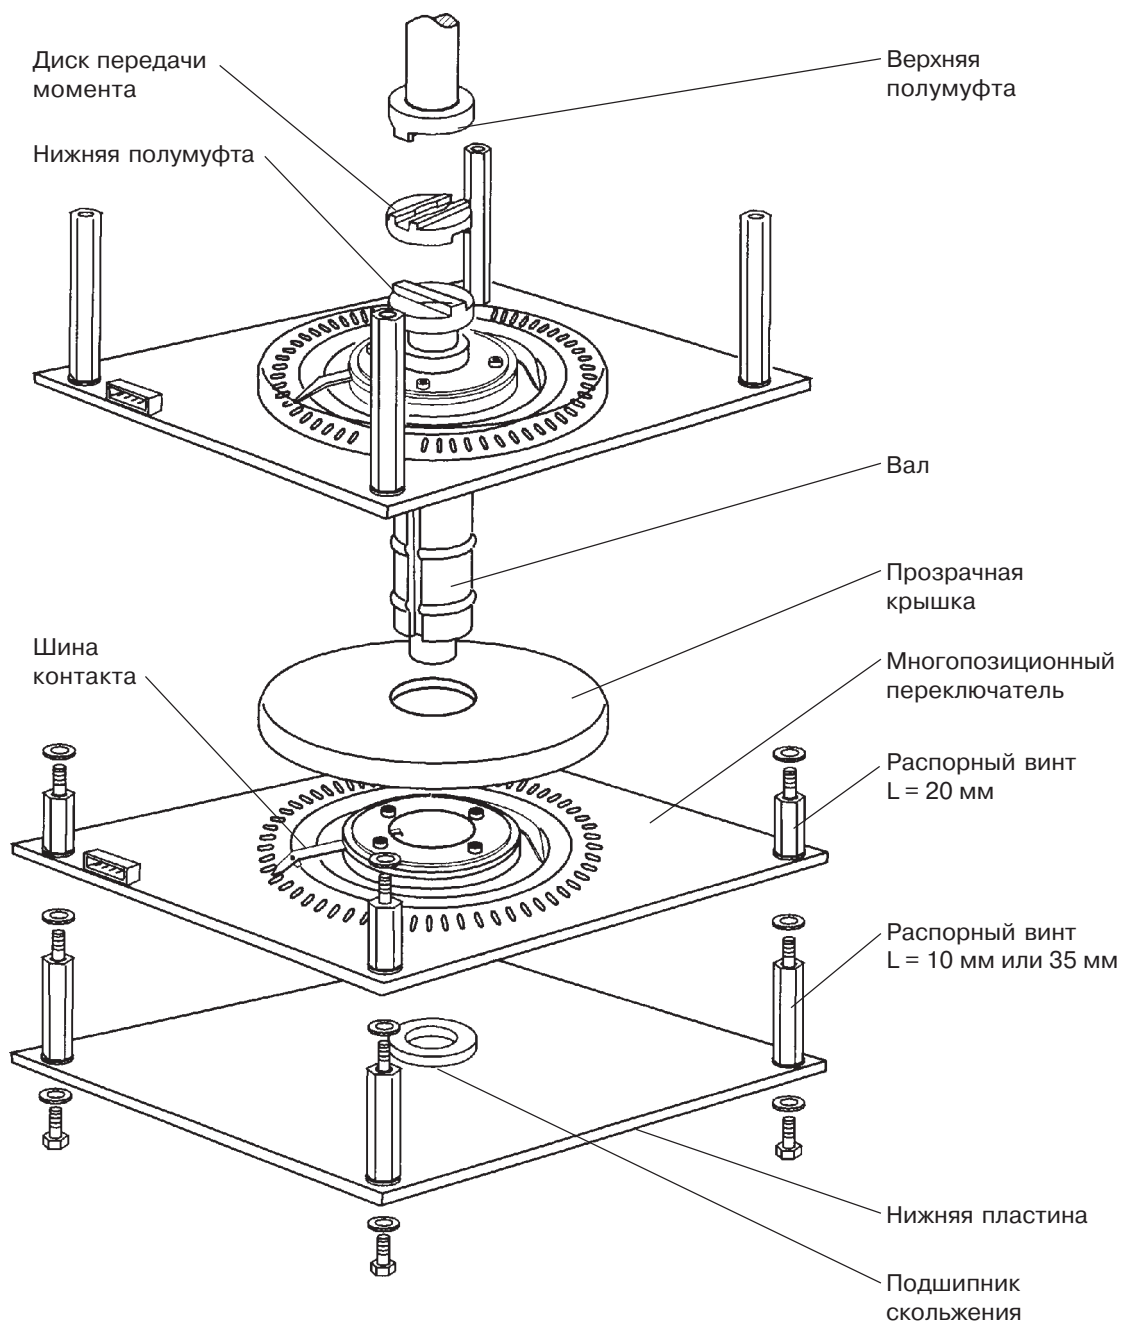

Рис. 10. Многопозиционный переключатель для механизма типа BUL
1. Снимите нижнюю пластину, см. Рис. 10 на следующей странице.